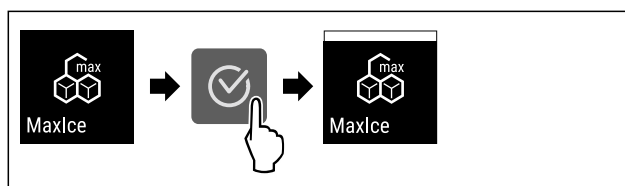

Fig. 22
- Suivre les étapes (voir Fig. 22) .